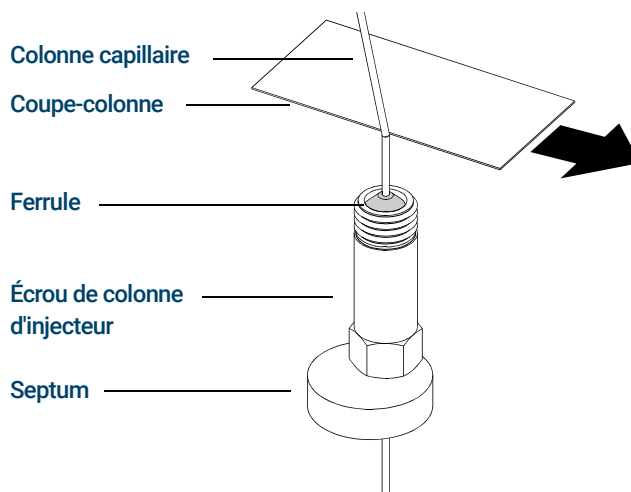

Figure 18. Préparation d'une colonne capillaire avant son installation (écrou de colonne d'injecteur standard représenté)
- 2 Muni(e) de gants propres, faire glisser un septum, un écrou de colonne et une ferrule conditionnée sur le côté libre de la colonne. La **Figure 18** illustre un écrou d'entrée de colonne standard. L'écrou est positionné de la même manière qu'un écrou autoserrant de colonne. L'extrémité conique de la ferrule doit pointer à l'opposé de l'écrou de colonne dans le cas où la colonne est fixée à un injecteur.